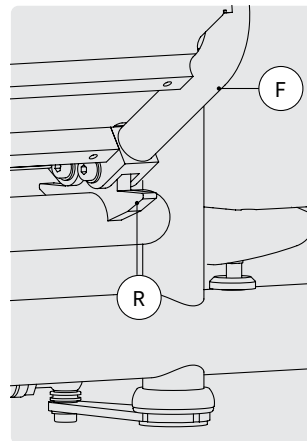

FIG. 53
- 1 Løsn befæstigelsesskruerne til kurvbetrækkene på begge kurvsider (fig. 53).